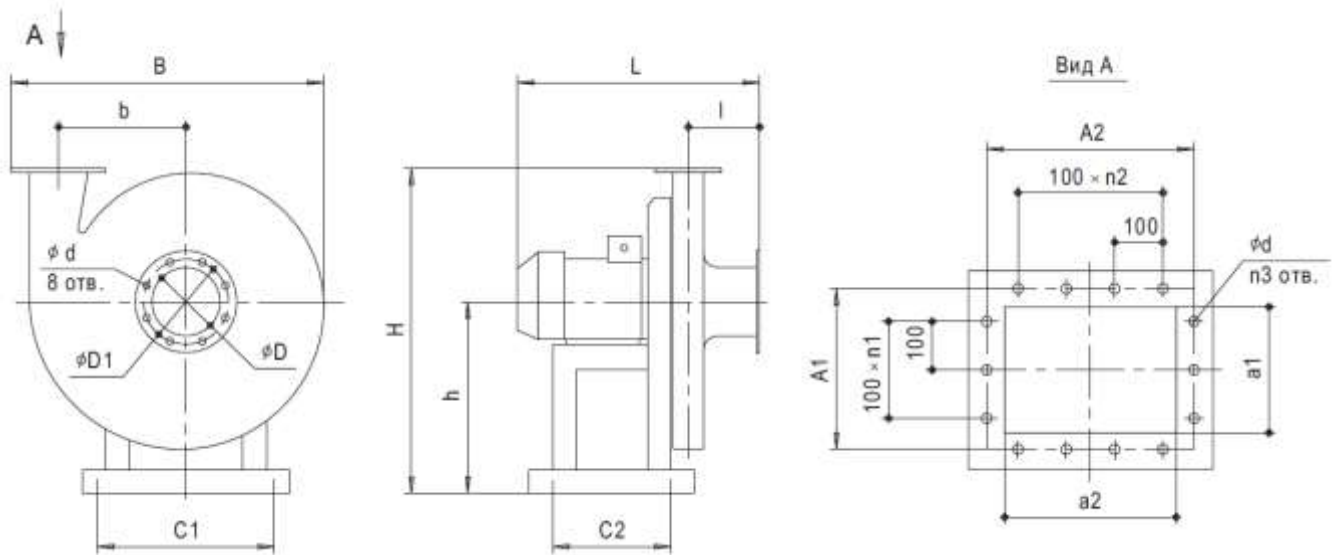
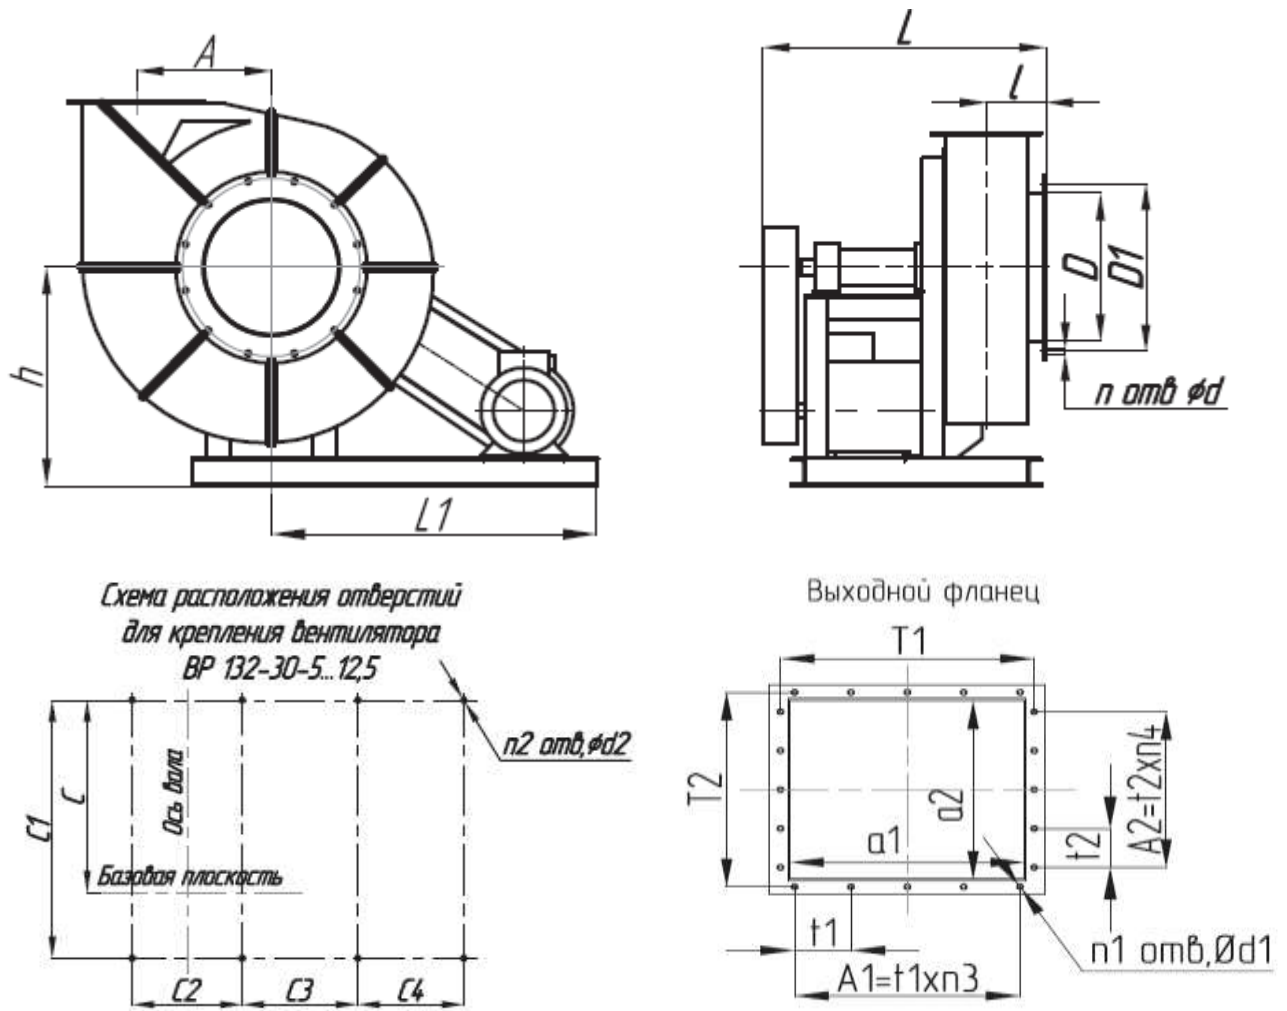

РИС. 1. Габаритные и присоединительные размеры вентиляторов ВР 140-15
РИС. 2. Габаритные и присоединительные размеры вентиляторов ВР 140-15 исп-5
1.2.2. Устройство вентиляторов, габаритные, присоединительные и установочные размеры вентиляторов указаны на рис. 1, рис. 2, табл. 1, табл. 2.